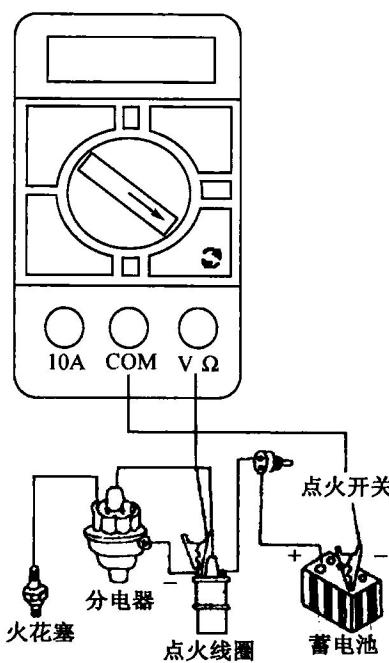

图2-2-6 发动机转速的测量
a. 将黑表笔 (BLACK) 插入COM插孔, 红表笔 (RED) 插入VΩ插孔 (如图2-2-6所示)。